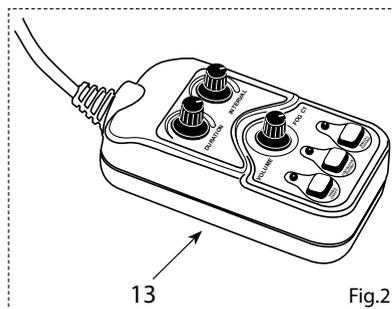

Fig.2
13. TELECOMANDO FOG1 (in dotazione) (fig.2).